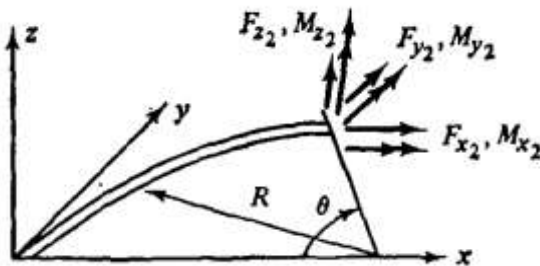

Рис. P2.7.
7. Постройте матрицу [R], отвечающую равновесию изогнутого балочного элемента, лежащего в плоскости $x - y$, как показано на рис. P2.7.